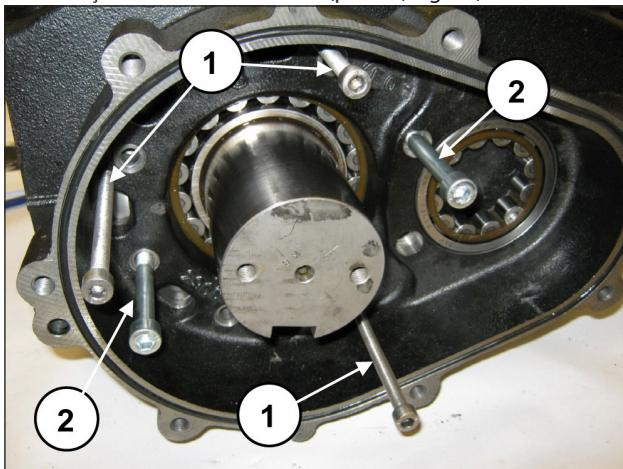

Fig. 23
Posicione os 3 grãos ou parafusos roscados M8 (pos. ①, Fig. 23) com a função de extratores nos respectivos furos e dois parafusos M10 suficientemente longos com a função de sustentação da caixa do redutor (pos. ②, Fig. 23).